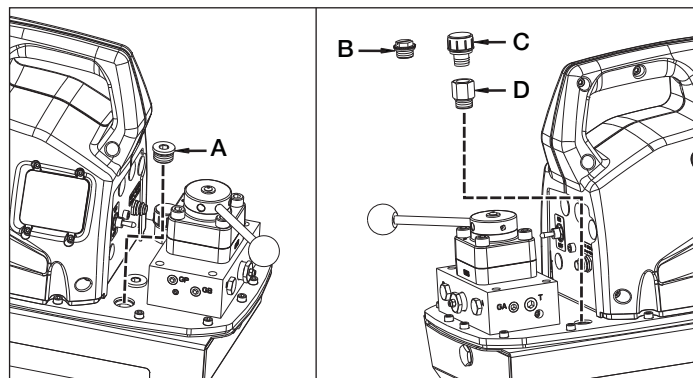
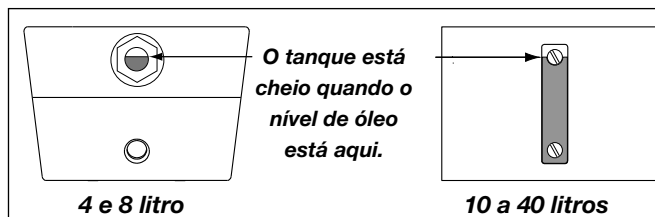

Figura 2, Bujão de Abastecimento de Óleo e Filtro de Respiro de Ar do Reservatório
Figura 4, Visor de Vidro
4.1 Bujão de Abastecimento de Óleo e Filtro de Respiro de Ar do Reservatório (Ver Figura 2)
Verifique o nível de óleo da bomba antes do acionamento. Se o nível de óleo estiver baixo, remova o bujão de abastecimento de óleo (A) da placa de cobertura (ver Figura 2) e adicione óleo, conforme necessário. O reservatório está cheio quando o nível de óleo estiver conforme mostrado na Figura 4.